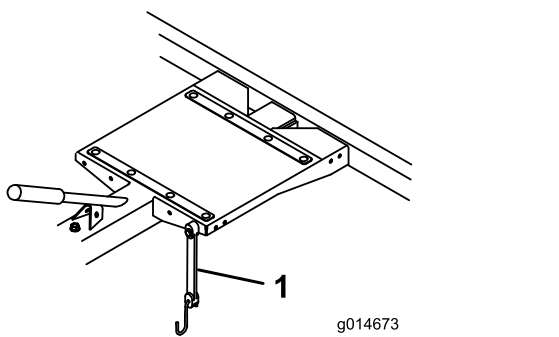

Figura 15
- Durante il trasporto, usate la cinghia elastica per fissare il tosaerba al rimorchio (Figura 15). Potete spostare la cinghia elastica in diversi fori di montaggio, a seconda del tosaerba.